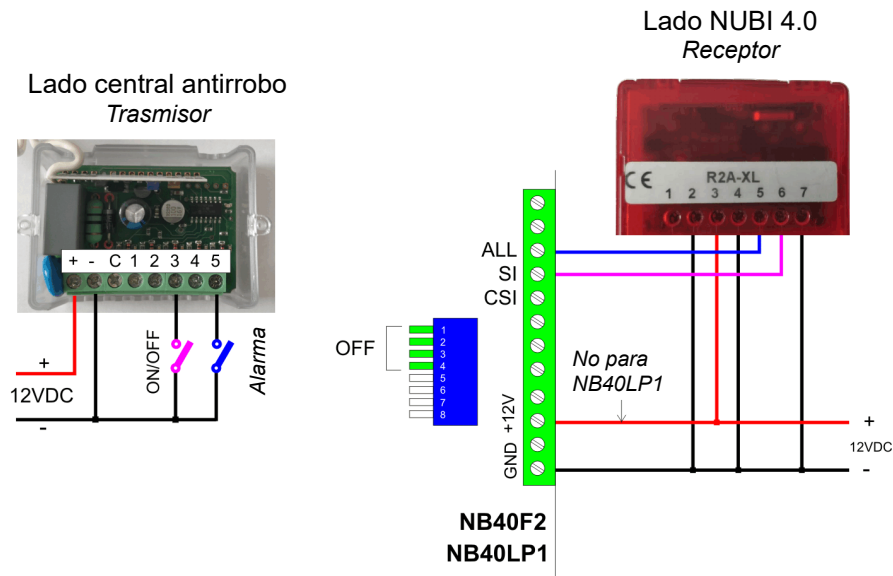

Figura 1
- La Figura 1 muestra la conexión para usar el sensor infrarrojo y el algoritmo inteligente NUBI 4.0.